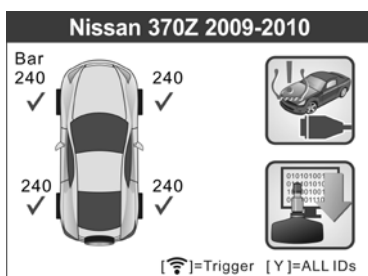

Рисунок 4.20
- 4) Выполните действия, указанные в разделе **4.1 «Проверка датчиков TPMS»**, чтобы перейти в окно активации. Используя кнопки прокрутки **вверх/вниз** или **влево/вправо**, выберите функцию **TPMS Relearn [Повторная калибровка TPMS]** в верхнем правом углу экрана. (См. рисунок 4.20)